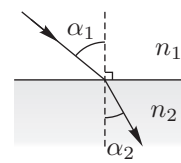

Рис. 2
Указание. При прохождении света из среды (1) в среду (2) через плоскую границу раздела этих сред (рис. 2) справедлив закон Снелла: